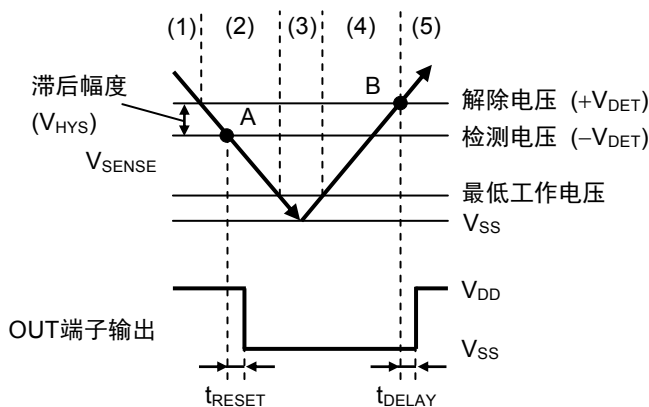

图28 S-1011系列E / N型的时序图
滞后幅度表示检测电压与解除电压之间的电压差 (图24、图28中B点的电压 - A点的电压 = V_{HYS})。在检测电压与解除电压之间带有滞后幅度, 可以防止在因噪声等侵入输入电压时而产生的误工作。
V_{SENSE} 为 $-V_{DET}$ (图28的A点) 以下时, 输出方的N沟道晶体管变为开, 经过检测延迟时间 (t_{RESET}) 后, 从OUT端子输出 V_{SS} (输出 "L")。
(3) V_{SENSE} 进一步下降, 但即使降低到IC的最低工作电压以下, 只要 V_{DD} 仍在最低工作电压以上, OUT端子输出就会保持稳定。
(4) 即使 V_{SENSE} 超过了 $-V_{DET}$, 在不足 $+V_{DET}$ 的情况下, 仍会输出 V_{SS} 。
(5) 再继续使 V_{SENSE} 上升, 上升到 $+V_{DET}$ (图28的B点) 以上时, N沟道晶体管变为关, 在输出被上拉的情况下, 经过解除延迟时间 (t_{DELAY}) 后, 从OUT端子输出 V_{DD} 。